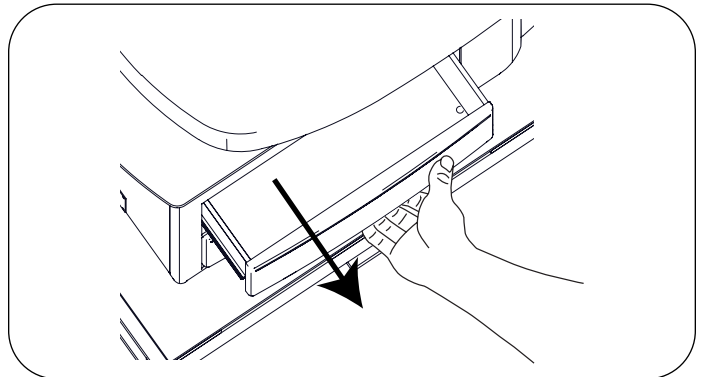

Figura 16. Abra el cajón pasante trasero superior
17. Para preparar la mesa para levantarla, mueva el cajón pasante trasero superior hacia un lado (Figura 16).